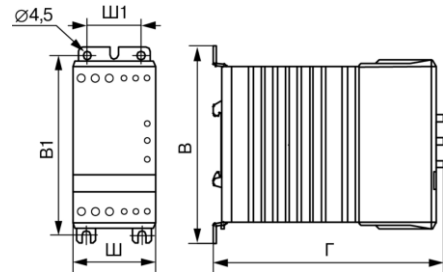

Рисунок 4.1 – Габаритні розміри пристрою
1. Переконаватися у наявності вільного простору для підключення пристрою і прокладання проводів (див. *рисунок 4.1* і *4.2*).